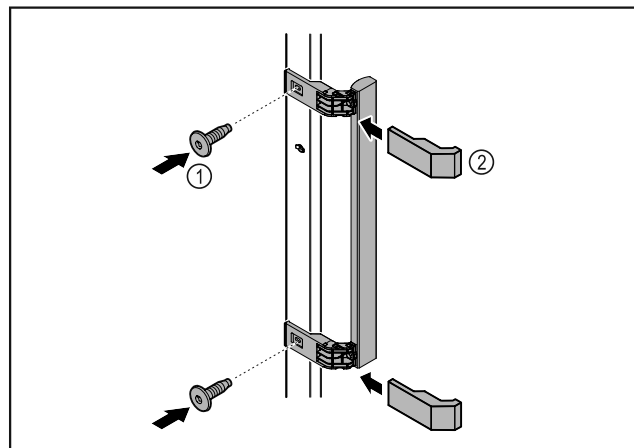

Fig. 9
- Монтирайте дръжката от пакета с принадлежности с приложените винтове Fig. 9 (1) на вратата.
- Нахлузете капака Fig. 9 (2).